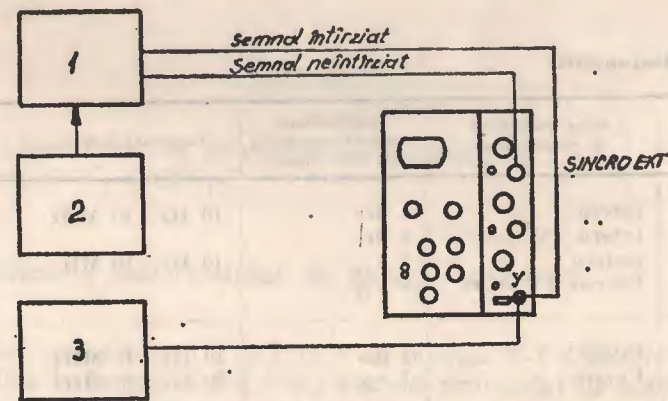

Fig. 14. Măsurarea coeficienților de baleiaj
- Se efectuează cu montajul din fig. 14, astfel: